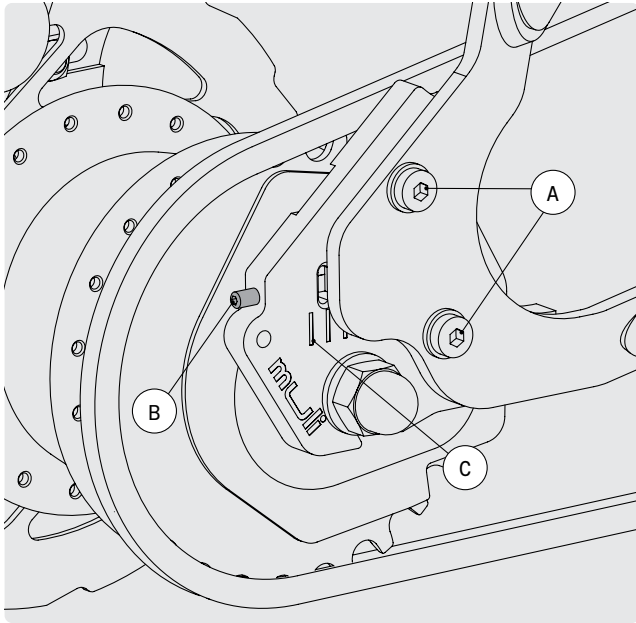

BILD 48
- 1 Lossa de två M6 insexskruvarna A på fästet till dropout (växelhängare) med en 5 mm insexnyckel (Bild 48).